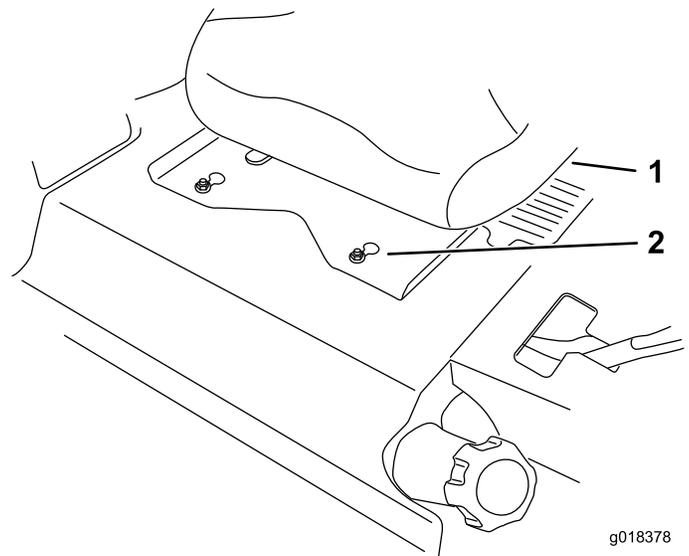

Figura 1
- Deslice el asiento y la chapa del asiento hacia adelante para que las tuercas puedan pasar por los orificios (Figura 1).